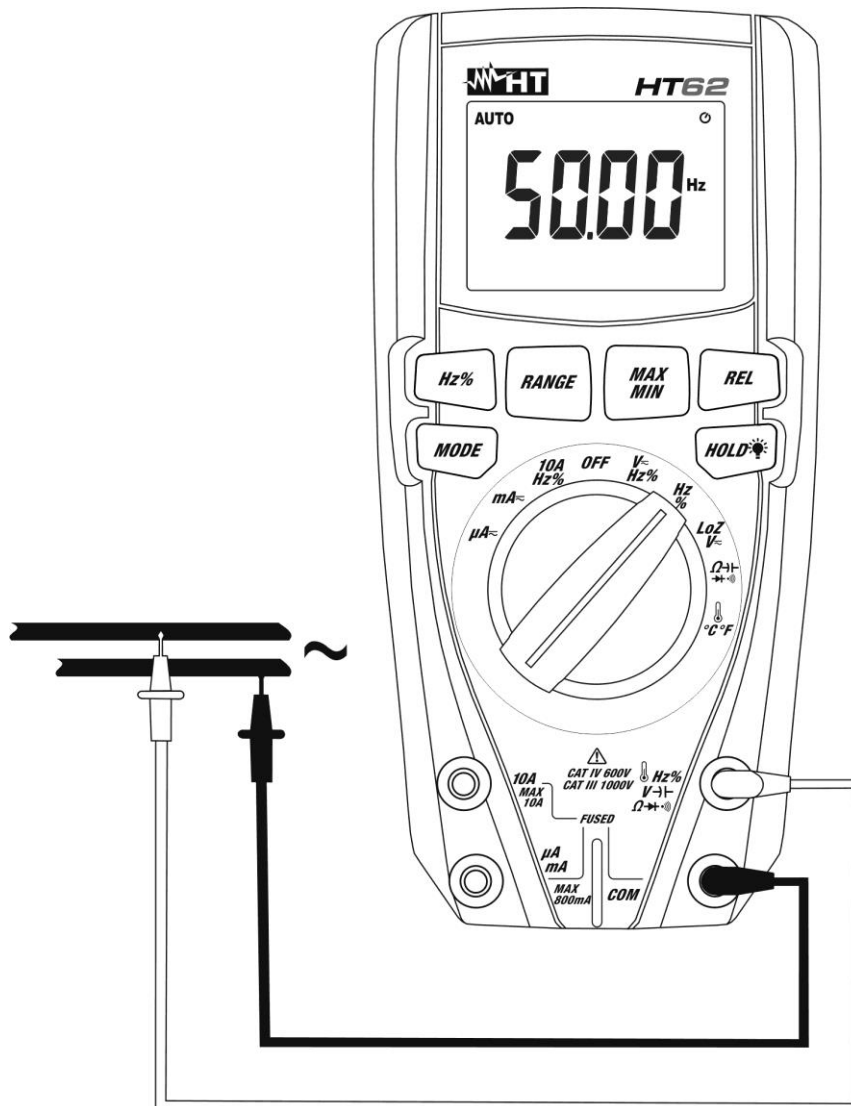

Fig. 5: Uso dello strumento per misura di Frequenza e Duty Cycle
4. Posizionare il puntale rosso ed il puntale nero rispettivamente nei punti del circuito in esame (vedere Fig. 5). Il valore della frequenza (Hz) o duty cycle (%) è mostrato a display. La barra grafica non è attiva in queste funzioni